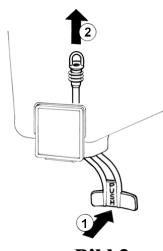

Bild 2
- 4 Ausschlauchventil: den Betätigungshebel des Hahns drücken (1) und den Gummischlauch aus der Auslauföffnung des Behälters lösen (2) (Bild 2).